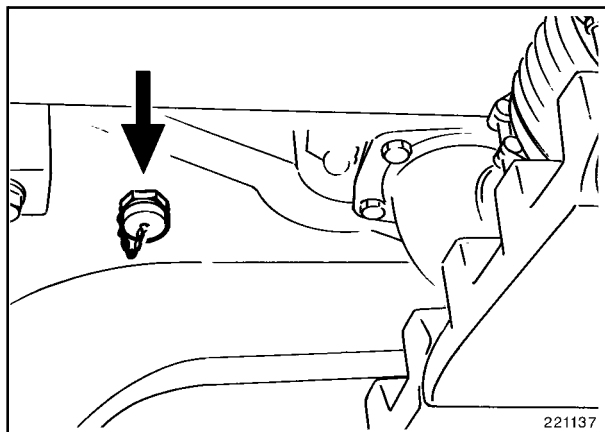

Fig. 10
- Poner un recipiente colector por debajo del tubo de purga de aceite hidráulico (Fig. 10). Capacidad necesaria, véase lo mencionado bajo "Cantidades de relleno para cambios de aceite".